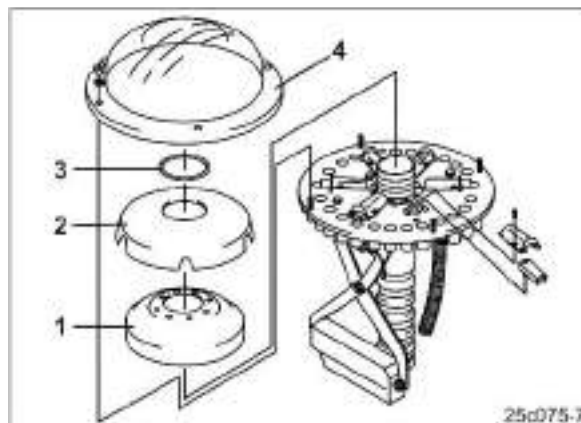

Рис. 129
10. Закрепите пенопластовую вставку (Рис. 129/1).
11. Закрепите внутреннюю крышку распределителя (Рис. 129/2).
12. Установите кольцо (Рис. 129/3)
13. Установите внешнюю крышку распределителя (Рис. 129/4)